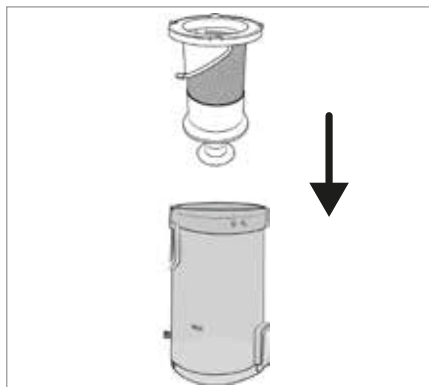

Fig. 23
- 6) Coloque o filtro de aço inoxidável 6 no reservatório de pó 7 e pressione-o completamente para baixo (ver fig. 23). Tenha atenção aos elementos de fixação de diferentes tamanhos existentes no filtro de aço inoxidável 6. Estes elementos de fixação só permitem colocar o filtro de aço inoxidável 6 numa determinada posição no reservatório de pó 7.